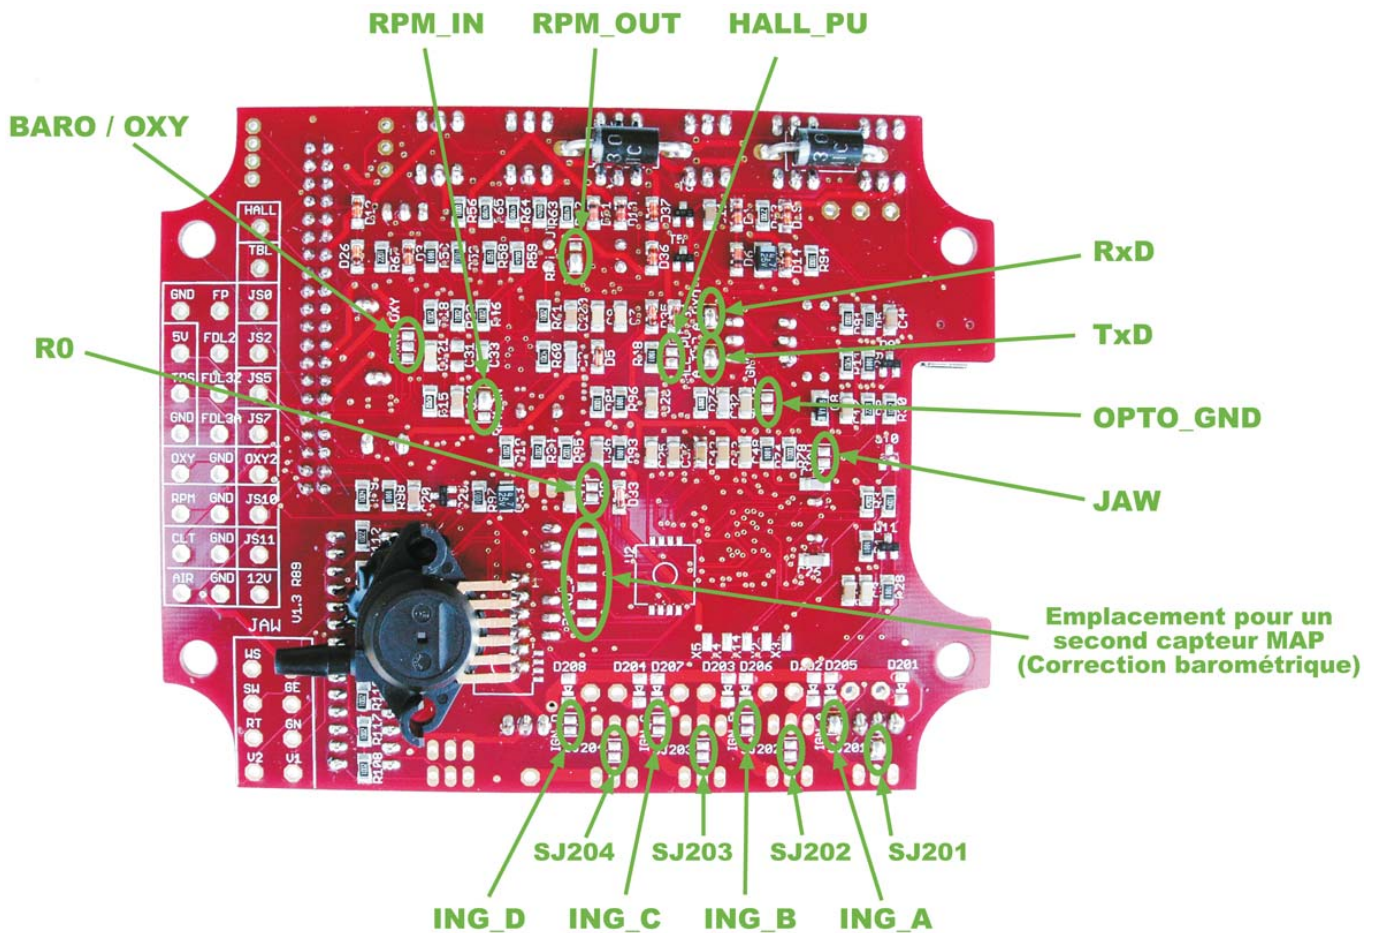

Figure 1 - Face inférieure du circuit imprimé kdFi V1.3 R89
**Centre — Droite** : Correction barométrique permanente active - un second capteur de pression absolue (capteur MAP) doit être installé. Voir la figure 1 - page 8 - pour l'emplacement de ce capteur.
**Le capteur additionnel doit être soudé directement sur les emplacements (pads) prévus à cet effet à côté du premier capteur MAP (voir figure 1 - page 8).**